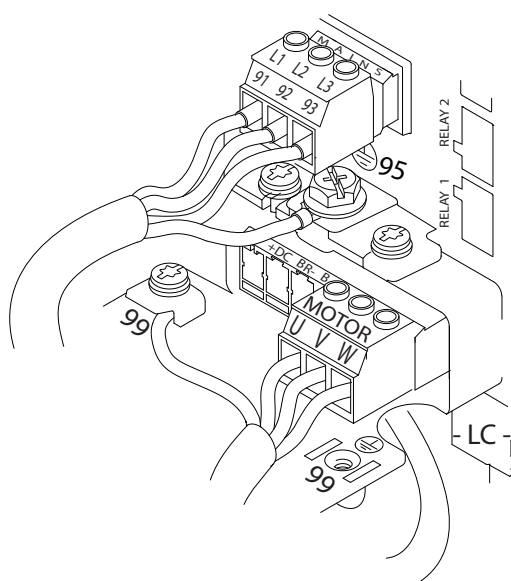

Рисунок 4.6 Пример подключения кабелей двигателя, силовых кабелей и заземления
На Рисунок 4.6 показано подключение сетевого питания, двигателя и заземления для базовых преобразователей частоты. Фактические конфигурации отличаются для разных типов устройств и дополнительного оборудования.
1. Подключите провода 3-фазного входного питания переменного тока к клеммам L1, L2 и L3 (см. Рисунок 4.6).